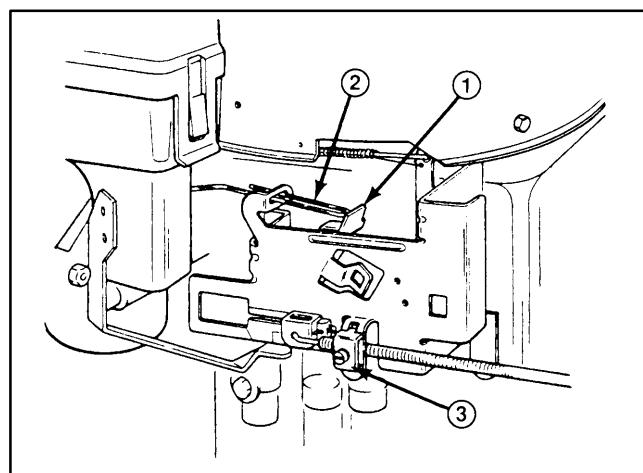

Abbildung 18
- Der Gashebel sollte soeben mit der Chokeverbindung Kontakt nehmen (Abb. 18); wenn sich diese Teile nicht in der angegebenen Lage befinden, wird eine Einstellung erforderlich.
- B. Die Drosselkabelklemme (Abb. 18) lösen und das Bowdenzugäußere und den Draht soweit bewegen, bis der Drosselhebel die Chokeverbindung berührt.